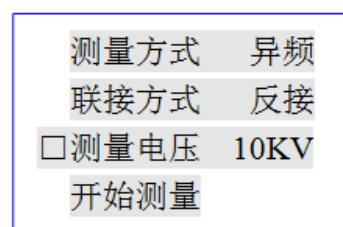

图 6 测量电压
- ③ 按“确认”键，光标进入“联接方式 □ 正接”，按“↑”、“↓”键，则调整为“联接方式□ 反接”，按“退出”键，光标移至首位，再按“↓”键，将光标移至下一排“测量电压”前，见图 6 所示。